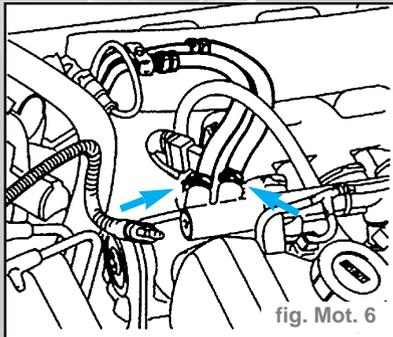

fig. Mot. 6
- Débrancher les tuyaux d'amenée et de retour de carburant du collecteur depuis les points indiqués (fig. Mot. 6).